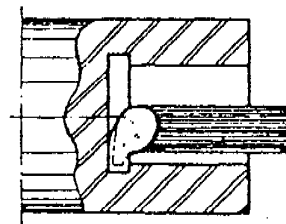

Figura 1
1. Cuando la rosca no tiene salida, se debe hacer el canal con herramienta de ranurar interno ( Figura 1 ).